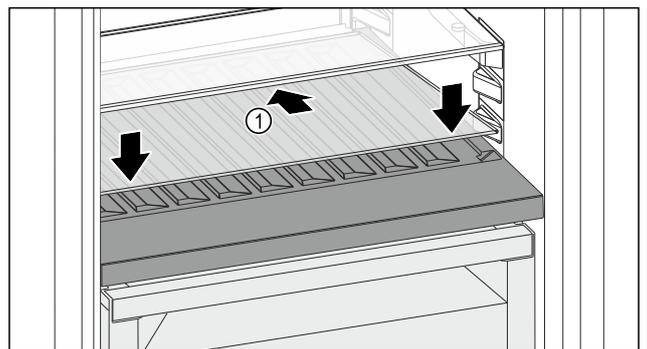

Fig. 98
- ▶ Coloque la placa de vidrio Fig. 98 (1) en ángulo e inclinada hacia atrás y hacia abajo.
- ▶ Levante la placa de vidrio Fig. 98 (1) por la parte delantera.